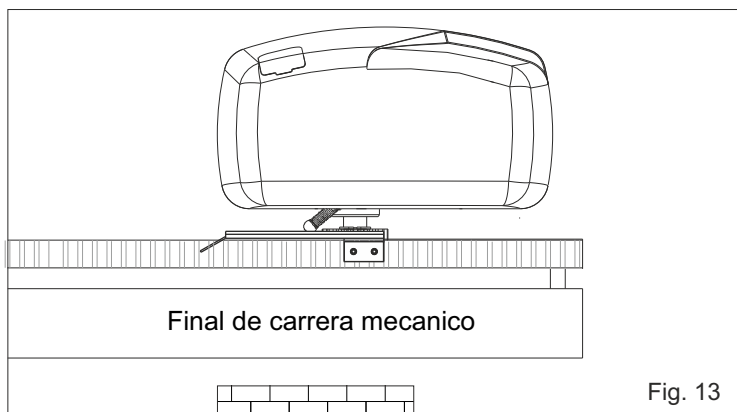
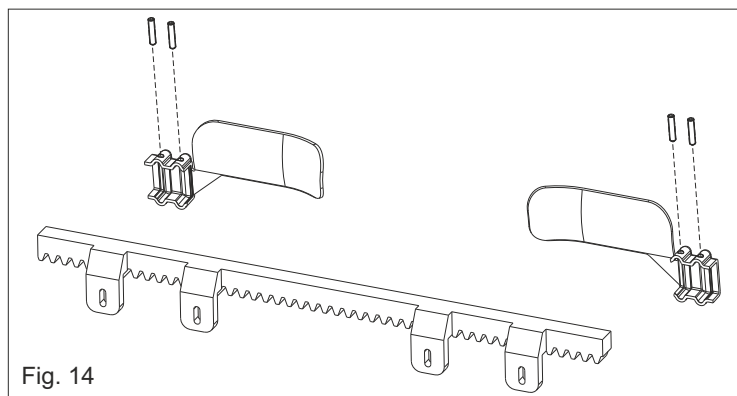

Fig. 13
Fig. 14
- Posicionar la plaquita sobre la cremallera en modo de tener la palanquita del final de carrera mecanico (Fig.13) en correspondencia con el soporte y fijarla con los tornillos en dotacion (Fig. 14).